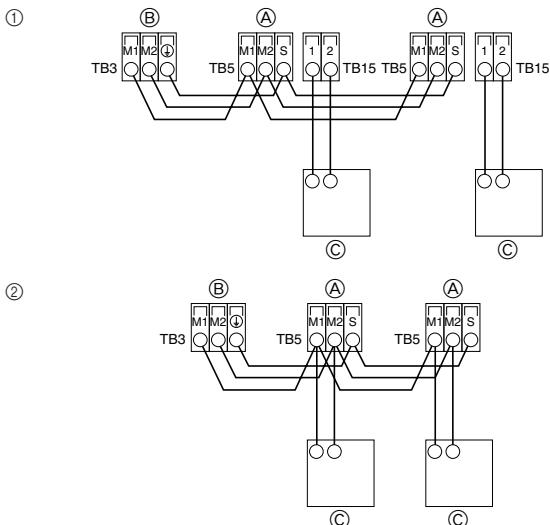

Fig. 4-2
4.2. Ligação dos cabos de transmissão do controlo remoto e das unidades interior e exterior (Fig. 4-2)
- ① Controlo remoto MA
- ② Controlo remoto M-NET
- ③ DC 24 a 30 V entre M1 e M2 (Controlo remoto M-NET)